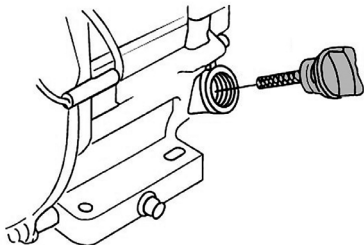

Рис. 11 Крышка-щуп маслосазливной горловины
Нельзя применять масло для двухтактных двигателей. Рекомендуется применять моторное масло для четырехтактного бензинового двигателя категории SL и выше по системе классификации API. Вязкость масла по классификации SAE выбирается в зависимости от температуры окружающего воздуха, при которой будет работать двигатель. При выборе вязкости масла пользуйтесь таблицей, показанной на Рис. 11.
2. Открутите крышку-щуп маслосазливной горловины и извлеките щуп (Рис. 11).
2. Выкрутите крышку-щуп маслозаливной горловины и извлеките щуп (Рис. 11).